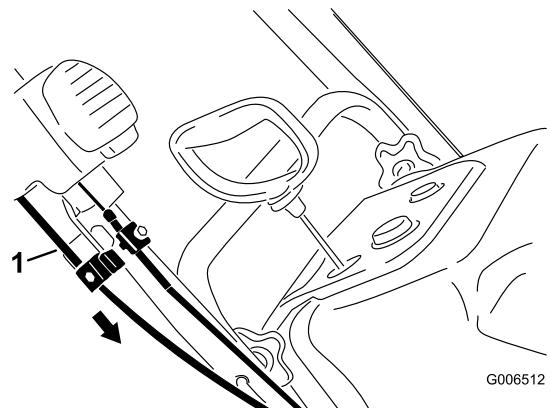

Figure 33
4. Maintenez l'éjecteur dans cette position, tirez sur la gaine du câble inférieur pour tendre le câble complètement, puis serrez la vis du serre-câble solidement (Figure 33).